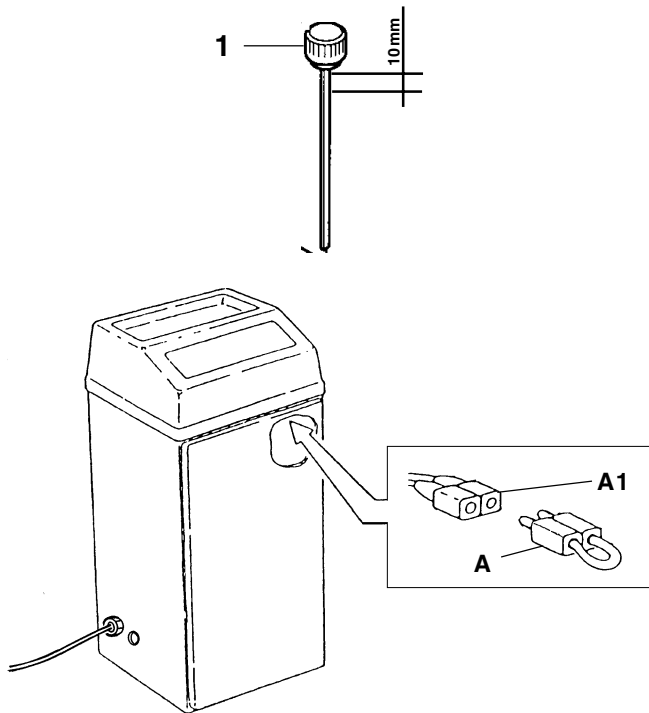

Fig. 31
- mettere la **P2** 0,5-1 cm. più bassa di **P1**. Richiudere il rubinetto **R** bloccando con gli appositi controdadi e fare scendere a terra entrambe le pedane. **Staccare lo spinotto A (Fig.31)**. Il ponte funziona regolarmente quando partendo da terra ad un'altezza di 10 cm **P2** risulta più alta di **P1** di 1-2 cm.
- position **P2** 0.5-1 cm lower than **P1**. Close stopcock **R** again, fastening with the locknuts and allow both platforms to reach the floor. **Remove plug A (Fig. 31)**. The lift is working properly when **P2** is 1-2 cm higher than **P1** after reaching a height of 10 cm from the ground.
Fahrbahnen bodeneben absenken. Den Stecker **A (Abb. 31)** ausziehen. Die Hebebühne funktioniert dann einwandfrei, wenn beim Anheben vom Boden die Fahrbahn **P2** auf einer Höhe von 10 cm 1-2 cm höher liegt als die Fahrbahn **P1**.
- positionner **P2** à une hauteur inférieure de 0,5 – 1 cm par rapport à **P1**. Refermer le robinet **R** en bloquant les contre-écrous spéciaux et ramener les deux chemins de roulement au sol. Débrancher la fiche **A (Fig. 31)**. Le pont fonctionne
- poner **P2** unos 0,5-1 cm. más abajo que **P1**. Volver a cerrar el grifo bloqueando con las correspondientes contratuercas y bajar al suelo las dos plataformas. Desconectar la clavija **A (Fig. 31)**. El puente funciona normalmente cuando
Controllare il livello olio tramite l'asta presente nel tappo 1 (Fig.31).
Staccare lo spinotto **A** di Fig.31 dal morsetto **A1**. In questo modo si attiva il pressostato.
Check the oil level using the dipstick fitted in the plug **1** (Fig.31).
Remove the plug **A** shown in Fig. 31 from the terminal **A1** to activate the pressure switch.
Den Ölstand über den Pegelstab der Ölstandschräube **1** (Abb. 31) kontrollieren.
Den Stecker **A** der Abb. 31 aus der Klemme **A1** ziehen. Auf diese Weise wird der Druckwächter aktiviert.
Contrôler le niveau de l'huile au moyen de la jauge **1** (Fig. 31).
Retirer la fiche **A** (Fig. 31) de la borne **A1**. De cette manière, on actionne le pressostat.
Controlar el nivel del aceite mediante la varilla presente en el tapón **1** (Fig.31).
Desconecte la clavija **A** de la Fig. 31 del borne **A1**. De esta forma se activa el presostato.